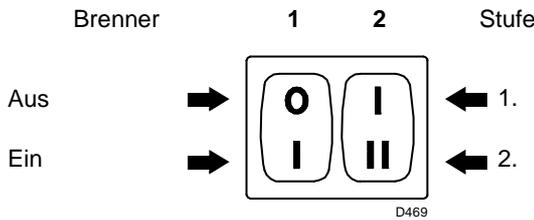
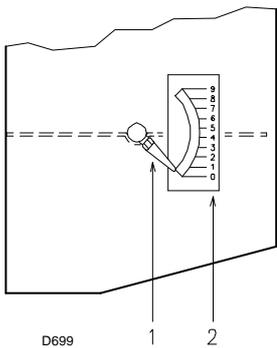
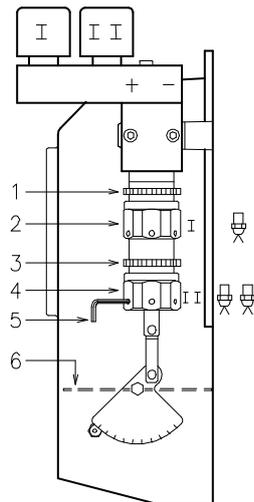

Abb. 19
Abb. 20
Abb. 21
– Die Pumpe ist dann eingeschaltet, wenn aus der Schraube 3) Heizöl heraustritt. Den Brenner sofort stoppen: Schalter 1) (Abb. 19, Seite 20) auf "AUS" und die Schraube 3) einschrauben.
- Den Brenner durch Schließen der Fernsteuerungen und mit dem Schalter 1)(Abb. 19, Seite 20) auf "EIN" starten. Der Pumpendreh Sinn muss der Pfeilangabe auf dem Deckel entsprechen.
Den Schalter 1) (Abb. 19) auf "EIN" stellen.
Halten Sie den Brenner in der 1. Stufe, indem Sie den Schalter 2) (Abb. 19) auf die Position der 1. Stufe stellen. Die Öffnung der Luftklappe 6) (Abb. 21) ist auf die gewählte Düse abzustimmen: der Zeiger 1) (Abb. 20) muss der Kerbe 2) (Abb. 20) gemäß Tabelle (Tab. D) entsprechen. Die Einstellung durch Drehen des Sechskants 2) (Abb. 21) vornehmen:
Kerbe 2,3 (Abb. 20) in Übereinstimmung mit Zeiger 1).
Nach erfolgter Einstellung den Sechskant 2) (Abb. 21) mit der Nutmutter 1) arretieren.
Nr. Kerbe 2) (Abb. 20)
Den Schalter 2) (Abb. 19, Seite 20) in die Position der 2. Stufe bringen und die Luftklappe 6) (Abb. 21) über den Sechskant 4) (Abb. 21) nach Lockern der Nutmutter 3) (Abb. 21) einstellen.
Zwecks leichter Regulierung der Sechskantelemente 2) und 4) (Abb. 21) den 3 mm Sechskantschlüssel 5) (Abb. 21) verwenden.